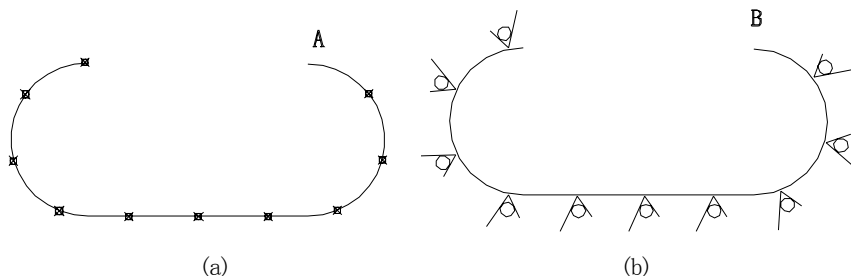

图 3-14 用 Measure 命令绘制等距离点
用 Measure 命令在图 3-14 所示线条上绘制等距离点, 每段距离为 40 (图 3-14(a)); 再以每段距离为 40, 在此线条上的等距离点处插入粗糙度图块 (图 3-14(b))。其具体操作如下:
选取量测对象: 在点 A 处取线条, 见图 3-14 (a)	选择量测对象
选取量测对象: 在点 B 处点取线条, 见图 3-14 (b)
2) Measure 命令将测量点的起始位置放在离拾取对象最近的端点处, 从此端点开始, 以指定的距离在各个分点处插入点标记或图块 (图 3.14(a)、(b))。